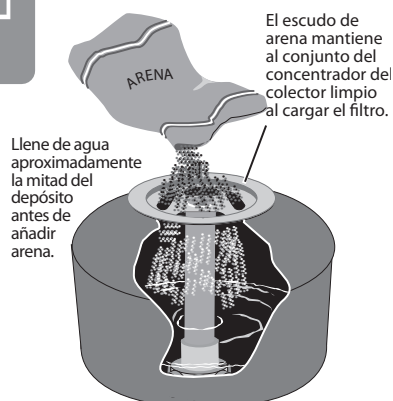

Figura 4
1. Para mantener la arena fuera del montaje del colector, sitúe un escudo de arena de plástico sobre la parte superior del tubo colector antes de verter arena dentro del filtro (Vea la Figura 4).